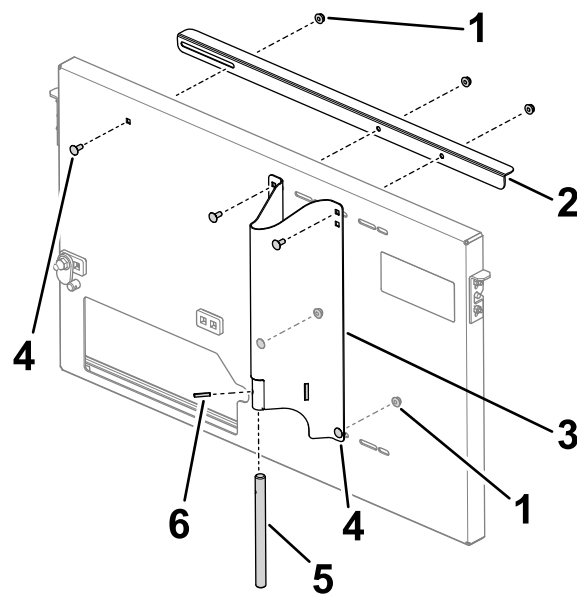

Figure 6
- Fixez le support anti-décharge et le profilé de support à la plaque latérale à l'aide de 5 boulons de carrosserie (1/4" x 5/8") et 5 contre-écrous à embase (1/4"), comme montré à la Figure 6.
- Insérez l'arbre de support dans le profilé de support, et fixez le tout avec la goupille de montage (Figure 6).